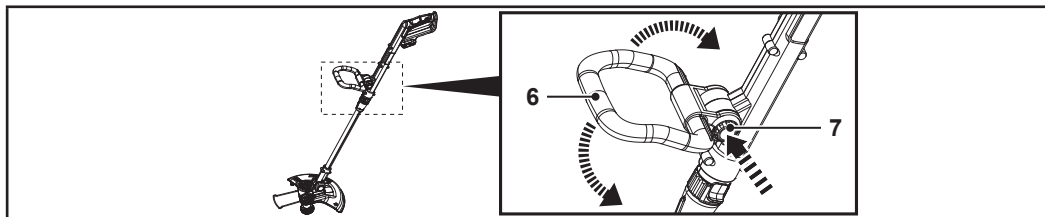

Fig. 5
1. Presione el bloqueo de la empuñadura auxiliar (7) (Fig. 5).
2. Ajuste la empuñadura auxiliar (6) (Fig. 5).
3. Suelte el bloqueo de la empuñadura auxiliar (7).
4. Asegúrese de que la empuñadura auxiliar (6) queda bloqueada en su posición.